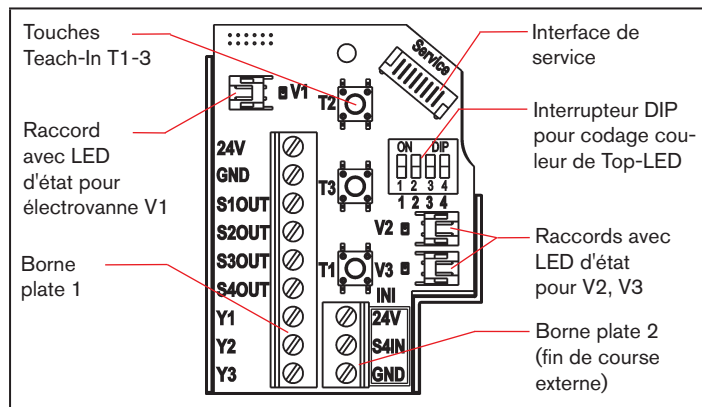

Fig. 4: Module électronique (24 V DC)
- Fixer les fils aux bornes plates conformément aux affectations de raccordement décrites sur la « Fig. 4 ».
Un **fin de course externe** peut être raccordé via la borne plate triple 2 (voir « Fig. 4 » ou voir le manuel d'utilisation, chapitre « Raccordement d'un fin de course externe »).